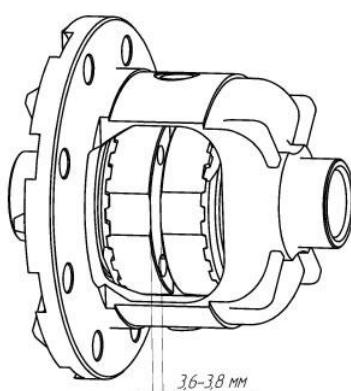

Рис. 5
12. С помощью подручного инструмента отодвиньте дистанционные кольца к полусевым муфтам и устанавливаем ось сателлитов на место. Рис.5
13. Используя набор плоских щупов, измерьте зазор между муфтами, как показано на Рис. 5. Зазор должен составлять от 3,6 до 3,8 мм.